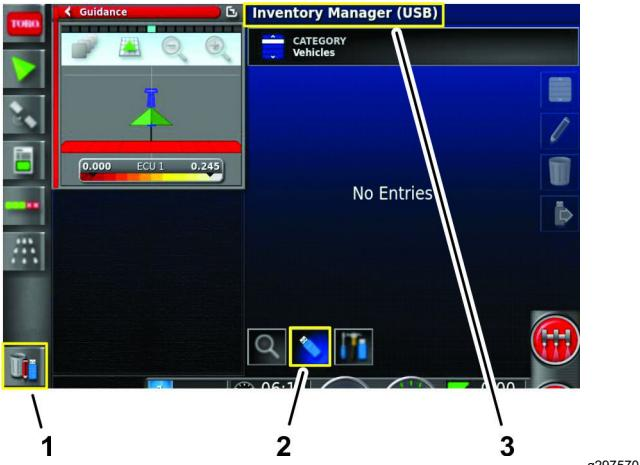

图 87
3. 按“库存管理器”图标图87。
4. 如果屏幕顶部的标题注明是库存处理器USB按切换视图图标图87。